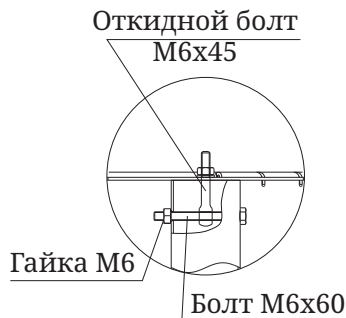

Рисунок 8
8. Установите дымовой купол с установленной в него трубой $\phi 100$ мм (L=400 мм) на опорные стойки и дымовую трубу $\phi 100$ мм (L=682 мм), установленную в патрубок печи для казана. Закрепите купол на опорных стойках с помощью болта M6x60 и **одного** болта откидного M6x45 (рисунок 8).